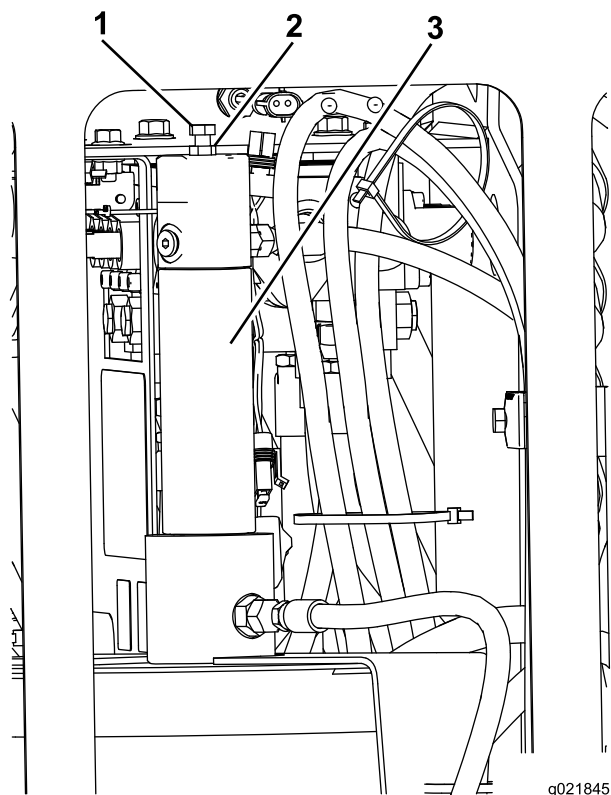

Рисунок 90
1. Ослабьте контргайку на регулировочном болте, расположенном на поршне устройства нанесения состава для резьбы (Рисунок 90).